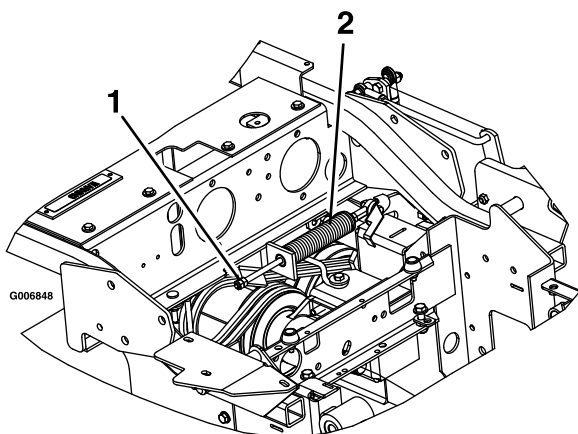

Figura 65
3. Individuate la molla del freno e inserite i 2 controdadi sull'estremità dell'asta della molla del freno (Figura 65).